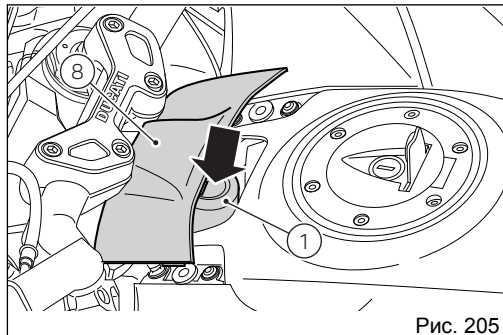
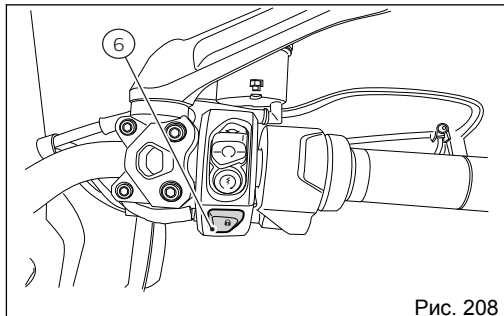

Рис. 205
Рис. 208
(Рис. 205) указывает на положение блока системы Hands Free (1) с защитной крышкой (8), а (Рис. 206) указывает на положение антенны (2) под приборной панелью (9) на уровне символа ключа.
Выключение происходит нажатием кнопки (6, Рис. 208) на руле или поворачиванием кнопки на блоке Hands free (1, Рис. 205), если скорость мотоцикла равна нулю. Если скорость иная, для выключения необходимо только нажать кнопку на блоке системы Hands free (1, Рис. 205).